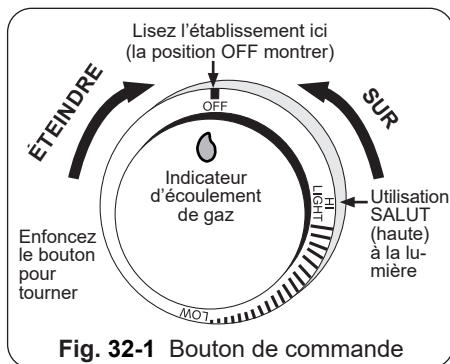

Fig. 32-1 Bouton de commande
**Pour votre convenance et sûreté ; quand le bouton de commande est tourné a la position de fonctionnement, l'indicateur d'écoulement de gaz changera de bleu en le rouge. (Le rouge indique l'écoulement de gaz.) Voir la Fig. 32-1.**